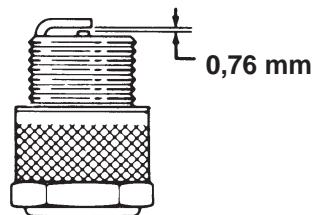

Figure 39
- Réglez l'écartement entre les électrodes centrale et latérale à 0,76 mm (Fig. 39). Mettez en place la bougie ainsi réglée avec son joint d'étanchéité et serrez-la à 23 Nm. A défaut de clé dynamométrique, serrez fermement la bougie.